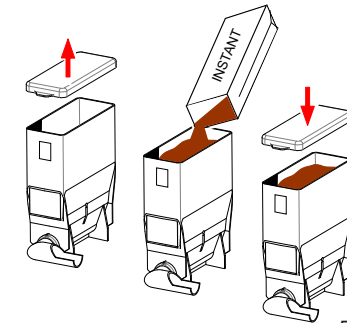

Fig. 16
4. Vul de canister met het juiste product (fig. 16), zie tabel 7, 8 of 9